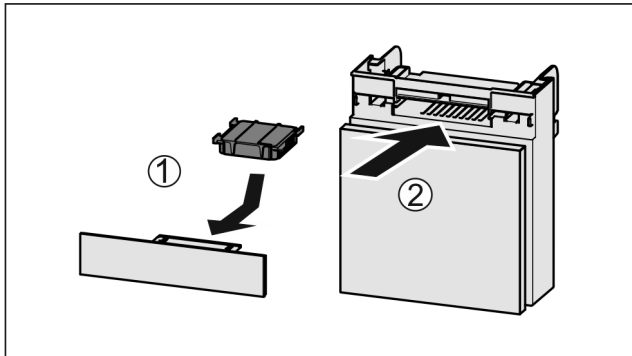

Fig. 160
- ▶ 按图装入 Fig. 160 (1) 活性炭过滤器。
- ▶ 推入 Fig. 160 (2) 抽屉。